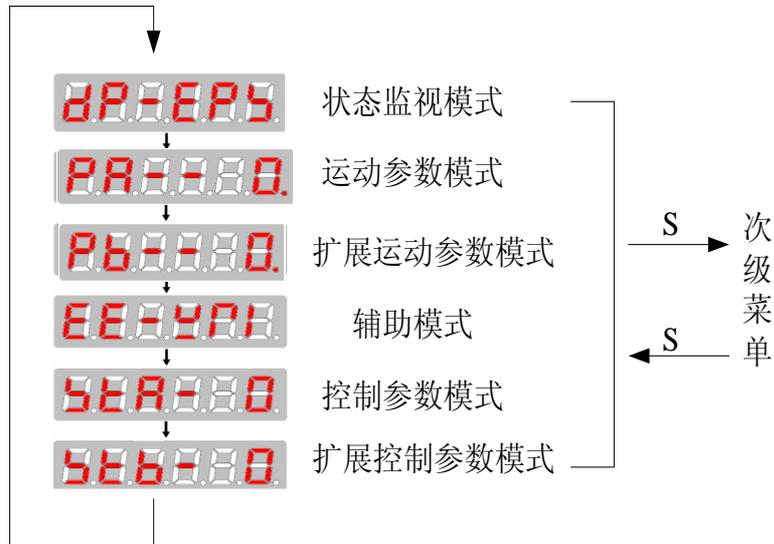

图 6.4 HSV-180AD, HSV-180A1D 系列伺服驱动单元主菜单
- 操作按多层操作菜单执行，第一层为主菜单，包括六种操作模式，第二层为各操作模式下的功能菜单。图 6.4 表示主菜单操作框图：